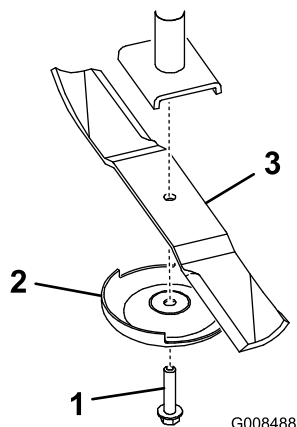

Figura 7
13. Installate le lame, le coppe antistrappo e i bulloni della lama (Figura 7). Serrate i bulloni della lama a un valore compreso tra 115 e 149 Nm.